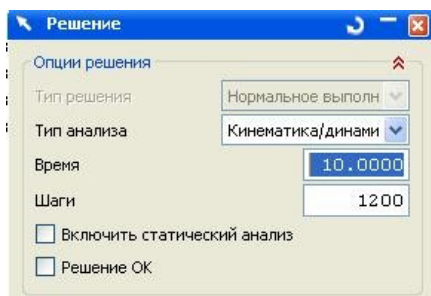

Рис.1
•До сих пор большинство наших примеров мы выполняли, при следующих параметрах в диалоговом окне *Решение* (рис.1):